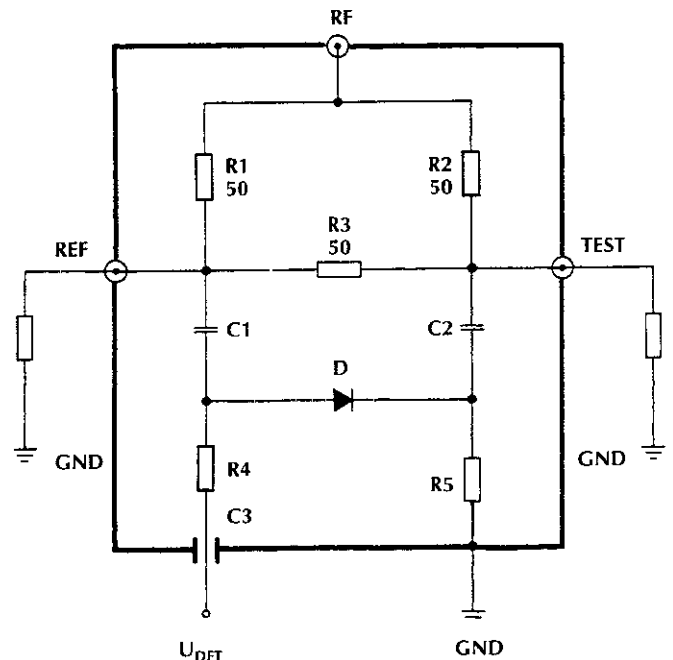

Fig. 3
De ovenfor ønskede forudsætninger kan en refleksionsbro opfylde. Dens anvendelse svarer til et reflektometer med retningskoblere. Den særlige fordel ved en bro er den store båndbredde man kan opnå, især ved lave frekvenser, og den frekvensuafhængige målespænding. Det større antal komponenter i forhold til en løsning med en ren retningskobler er forholdsvis ringe (fig.3). Detektoren (D) i broens nul-arm leverer en spænding der er proportional med den 'tilbageløbende bølge'.